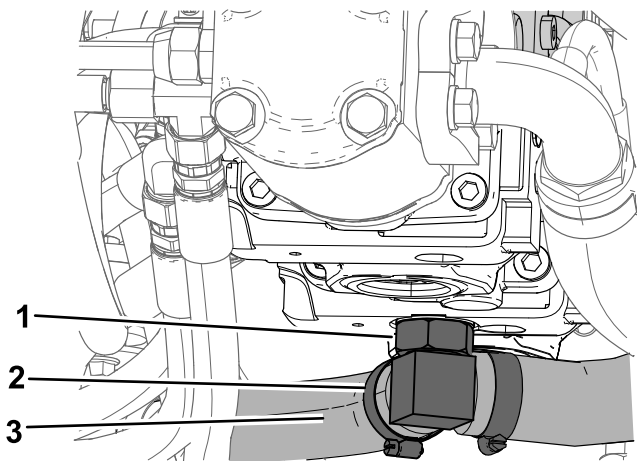

Figure 16
5. Desserrez les 2 colliers de flexible et débranchez les flexibles des raccords (Figure 16).
2. Collier (2)
3. Flexible (2)
7. Avec une clé à ergots ou à fourche de 1¼ pouce, desserrez l'écrou sur le raccord montré à la Figure 16.
11. Ramenez le raccord à son orientation initiale (Figure 16). Serrez l'écrou à un couple de 182 à 222 N·m.
12. Posez les flexibles et les colliers (Figure 16).